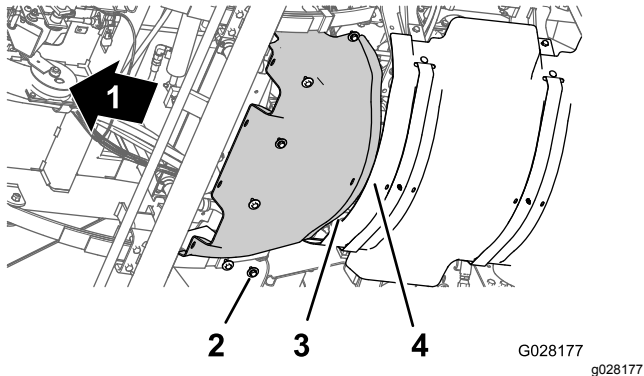

Figura 42
1. Allineate la flangia posteriore dello schermo termico anteriore sopra alla flangia anteriore dello schermo termico posteriore (Figura 42).
2. Allineate i fori sullo schermo termico anteriore con i fori filettati nello chassis (Figura 42).
3. Montate lo schermo termico anteriore alla macchina con i 6 bulloni a testa esagonale e le 6 rondelle (Figura 42) rimossi al passaggio 4 della sezione Rimozione dello schermo termico anteriore (pagina 42).